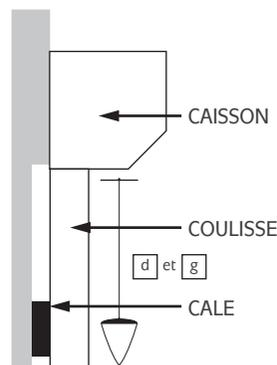

Figure 2
- Vérifier l'aplomb frontal de la coulisse de droite (figure 2) et la caler si besoin
- Vérifier l'aplomb frontal de la coulisse de gauche (figure 2) et le repérer par traçage, caler si besoin